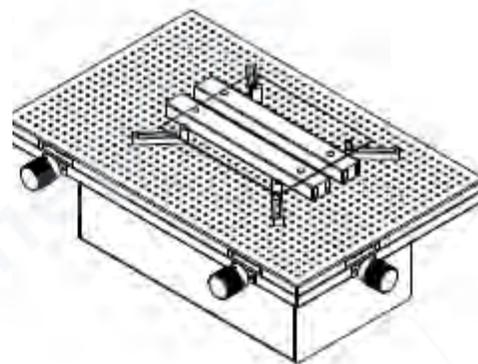

Рис. 7
(8) Если печатается односторонняя плата, используйте фиксирующие блоки в качестве подложки под плату, как показано на Рис. 7.